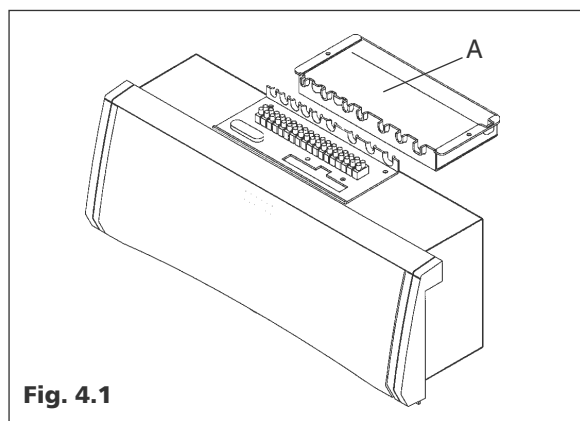

Fig. 4.1
Per accedere alla morsettiere togliere il coperchio di protezione (A) e svitare le due viti di fissaggio, come mostrato in fig. 4.1.